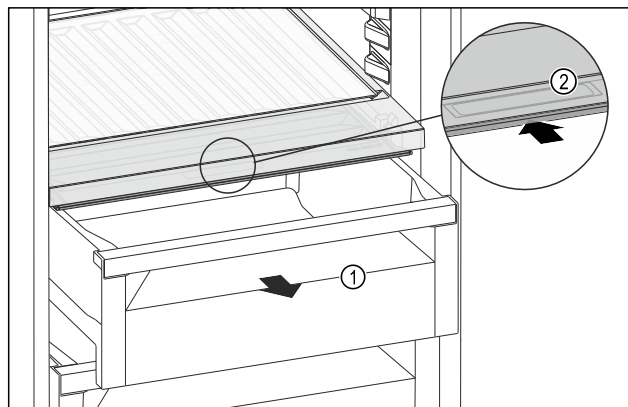

Fig. 204
- Tërhiqni jashtë sirtarin Fig. 204 (1).
- Kapni dorezën e futur Fig. 204 (2) në kapakun e ndarjes dhe në të njëjtën kohë shtyni për prapa kapakun e ndarjes.